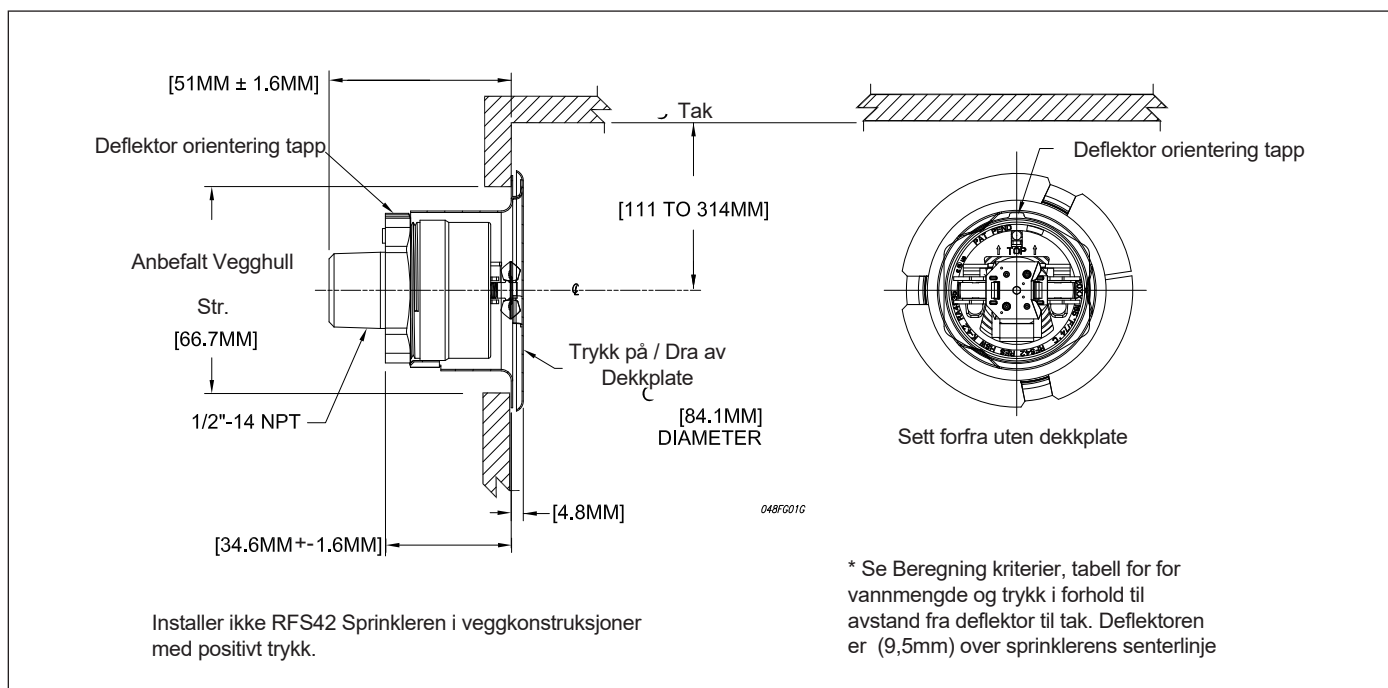

Fig. 1
Ikke fjern den fabrikkinstallerte beskyttelsehette av plast, siden den er dimensjonert slik at den passer inn i G6-sprinklernøkkelen. Vær oppmerksom på at sprinkleren orientering monteres riktig, (fig. 1) og tappen på kroppen er satt med nøkkelenes nøkkel vei. G6-sprinklernøkkelen passer kun en retning på sprinkler og har TOPP-markering for riktig orientering av sprinklerens deflektoren. Endelig nivellering kan gjøres etter at lekkasjesikker skjørt er oppnådd, med et minimum til maksimalt dreiemoment på 8 til 18 ft-lbs (11 til 24 N.m). La beskyttelsehette være på for å beskytte sprinkleren mens vegg blir pusset, tapetsert eller malt. Beskyttelsehette må fjernes og den angitte dekkplaten installeres før sprinklersystemet tas i bruk. Et hull på (67 mm) må skjæres i vegg for at sprinkleren skal passe gjennom.
4. Rørdelen skal installeres slik at forsiden av sprinkleren er 2 til 4mm fra den ferdige overflaten av vegg. Kontroller dimensjonene for veggmontering før installasjon for å sikre at dekkplaten festes til sprinkleren og setene mot den ferdige veggflaten (fig. 1).